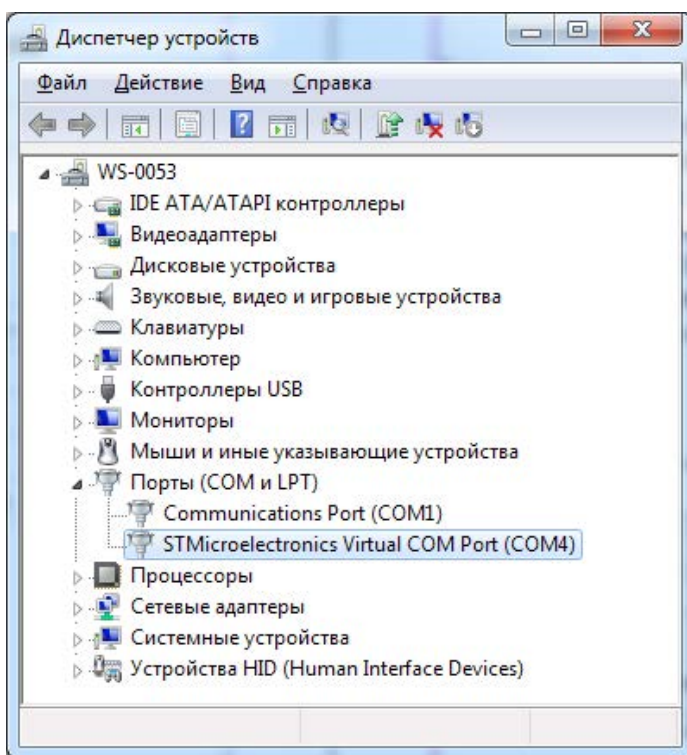

Рисунок 2. Диспетчер устройств, вкладка «Порты»
3. После установки драйвера, название драйвера и номер используемого порта будут отображаться в «Диспетчере устройств» в разделе «Порты» (рис. 2).